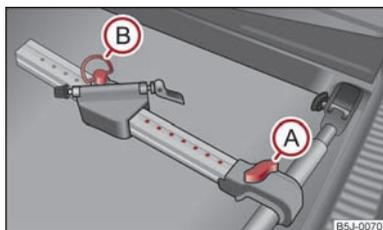

Abb. 54 Fahrradträger einbauen
- Setzen Sie den freigegebenen Fahrradträger auf den Querträger, nach dem Hochziehen der Schraube **(A)** ⇒ Abb. 54 schieben Sie den Längsträger (Alu-Teil) zum Querträger bis die Fassung einrastet und drehen Sie die Schraube **(A)** in die Mutter.